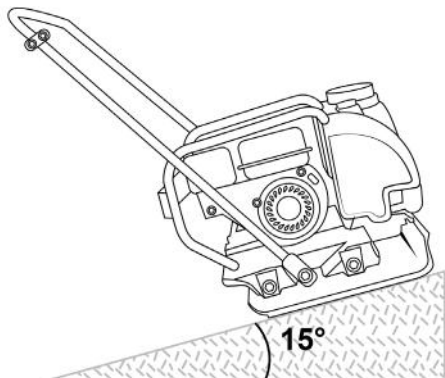

Рис. 15 Максимальный угол наклона виброплиты
10. Будьте предельно внимательны при работе на склонах. Максимальный угол наклона не должен превышать 15° (Рис. 15). Угол наклона измеряется, когда виброплита стоит на твердой ровной поверхности и бак заполнен топливом.